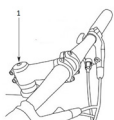

Рисунок 2
6. После выравнивания положения выноса относительно рамы, затяните винт №1 крышки выноса (рисунок 2). Винт крышки выноса имеет относительно небольшое усилие затяжки 2-4Нм. Не затягивайте винт крышки слишком сильно, это может стать причиной поломки крышки выноса;